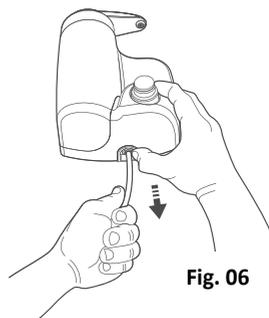

Fig. 06
- Para desencaixar do local indicado como entrada, basta pressionar a trava na extremidade do conector e puxar a mangueira. (Fig. 06)